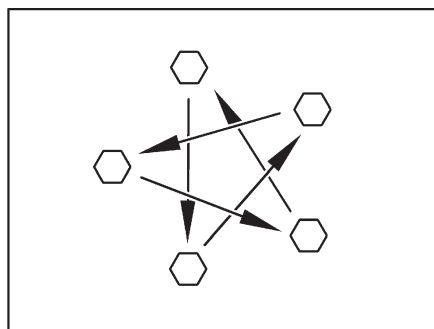

Fig. 273 Serrer en croix les écrous ou les boulons de roue
- Vérifier régulièrement le serrage des écrous ou des boulons de roues. Resserrer alternativement et en croix (Fig. 273) tous les écrous ou les boulons de roue 50 km après le changement d'une roue.
- ▷ Serrer en croix les écrous ou les boulons de roue (Fig. 273).